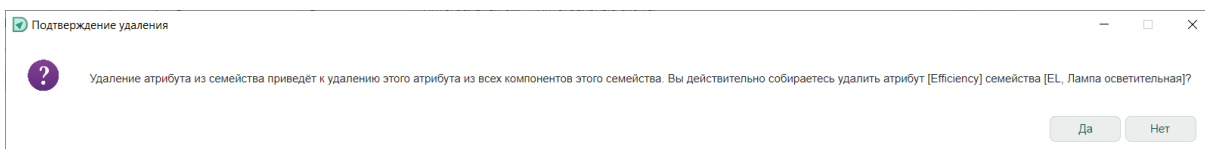

Рис. 40 Подтверждение удаления
- В окне «Подтверждение удаления» нажмите «Да» для подтверждения удаления атрибута или «Нет» для отмены действия, см. Рис. 40.